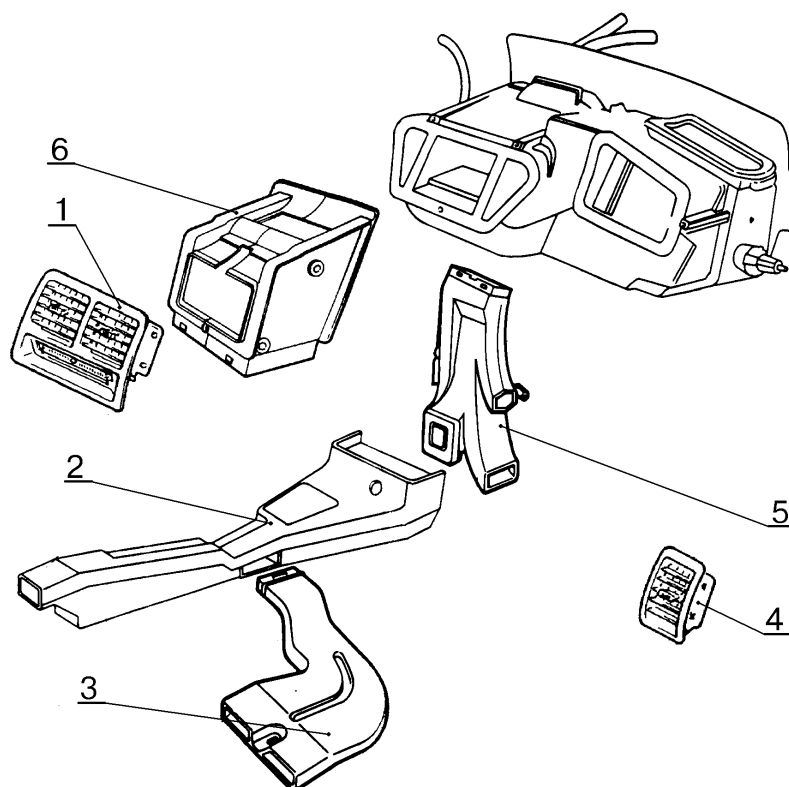

Рис.2. Детали системы вентиляции и отопления салона.
9 Установить обивки, облицовки и другие детали, снятые с автомобиля, в порядке, обратном снятию. Перед установкой накладки рамы ветрового окна нанести на нее мастику 51-Г-7, как показано на рис. 2, поз. 22, норма расхода 20 г.
4.1 Снять сопло центральное 1, рис.2, вентиляции салона (отвертка плоская, отвертка крестообразная).